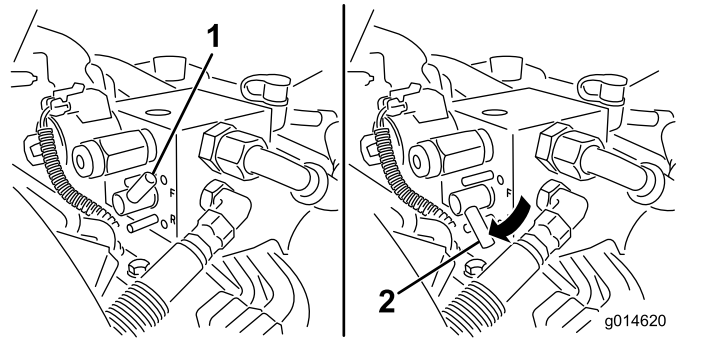

Figura 53
5. Rode a alavanca de retificação para a posição PARA TRÁS (R) (Figura 53).